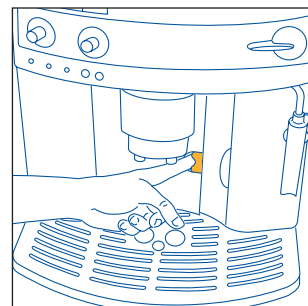
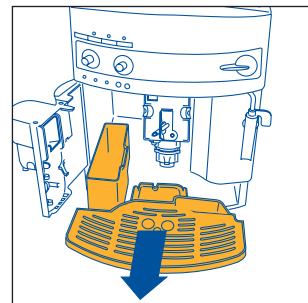

Fig. 15
Fig. 16
OPMERKING 7: het apparaat telt de hoeveelheid gezette kopjes koffie. Na elke 14 gewone kopjes (of 7 dubbele), brandt het controlelampje ⚡ continu hoofdstuk (12 – punt 3) om aan te geven dat het bakje voor koffiedik vol is. Maak het bakje leeg en reinig het. Zolang het bakje voor koffiedik niet wordt gereinigd, blijft het controlelampje branden en kan geen koffie worden gezet. Voor de reiniging, open het dienstluikje vooraan door aan het handvat te trekken (fig. 15); het controlelampje ⚠ knippert (zie par. 12 punt 9); verwijder nu het druijbakje (fig. 16), ledig en reinig het. Maak het bakje voor koffiedik leeg en reinig het, door alle restjes die zich op de bodem hebben afgezet zorgvuldig te verwijderen. Droog ook eventuele druppels condensvocht af aan de binnenkant van het apparaat en onder het druijbakje.
- open het dienstluikje (fig. 15);
- verwijder het druiptbakje en het bakje voor koffiedik (fig. 16) en was deze;